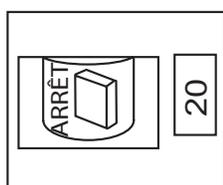

Figure 10. Disjoncteur principal (ARRÊT)
2. **NE JAMAIS** démarrer le moteur avec le disjoncteur principal en position **MARCHE**. Toujours mettre le disjoncteur principal (Figure 10) en position **ARRÊT** avant de démarrer.